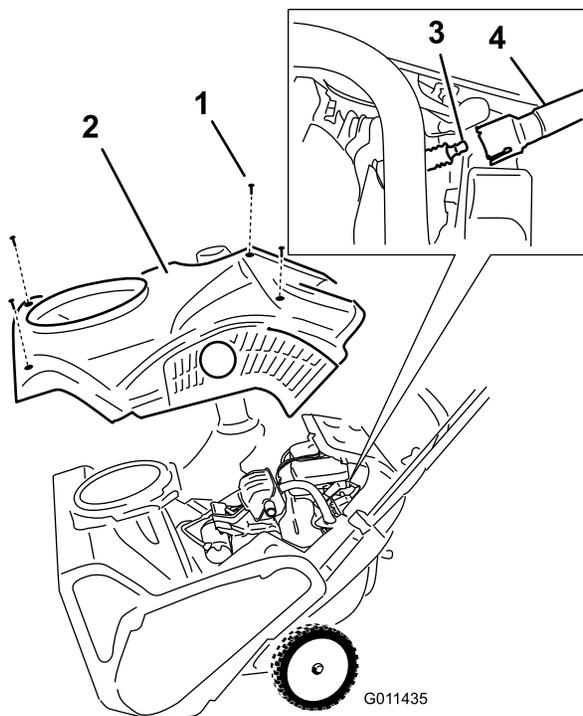

Рисунок 25
4. Отверните 4 винта, которые крепят кожух (Рисунок 25).
6. Извлеките масломерный щуп (Рисунок 25).